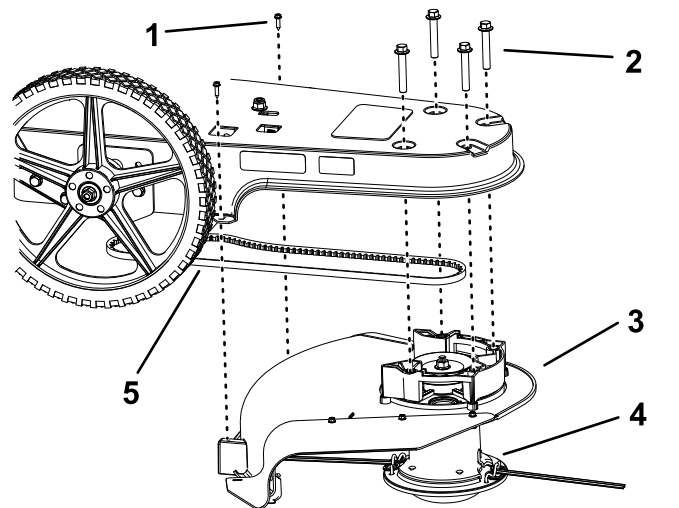

Figure 19
7. Fixez la tête de coupe et le déflecteur en place (Figure 19).